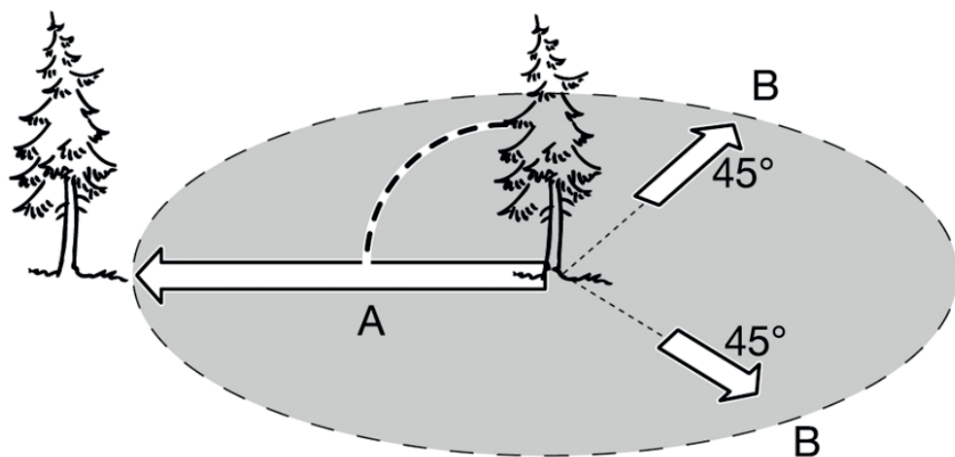

Рис. 8 / Fig. 8 Расчет пути отхода при валке дерева / Calculating the path of retreat when felling a tree
3. Когда дерево начнет падать, путь отхода должен быть направлен по диагонали в сторону, противоположную направлению падения, под углом 45 градусов. Вы должны отойти минимум на 3 метра от ствола, на тот случай, если во время падения комель дерева отскочит в сторону (Рис. 8).
4. Выберите направления падения дерева. Для этого следует учесть силу и направление ветра, естественный наклон дерева, равномерность распределения веток в кроне дерева. Начните пилить с той стороны дерева, куда оно должно упасть (Рис. 8).
3. When the tree begins to fall, the path of retreat should be directed diagonally in the opposite direction of the fall, at a 45-degree angle. You should move at least 3 meters away from the trunk, in case any branches of the tree bounce off in your direction (Fig. 8).
4. Choose the direction of the tree fall. To do this, take into account the strength and direction of the wind, the natural slope of the tree, and the uniform distribution of branches in the tree's crown. Start sawing from the side where the tree should fall (Fig. 8).